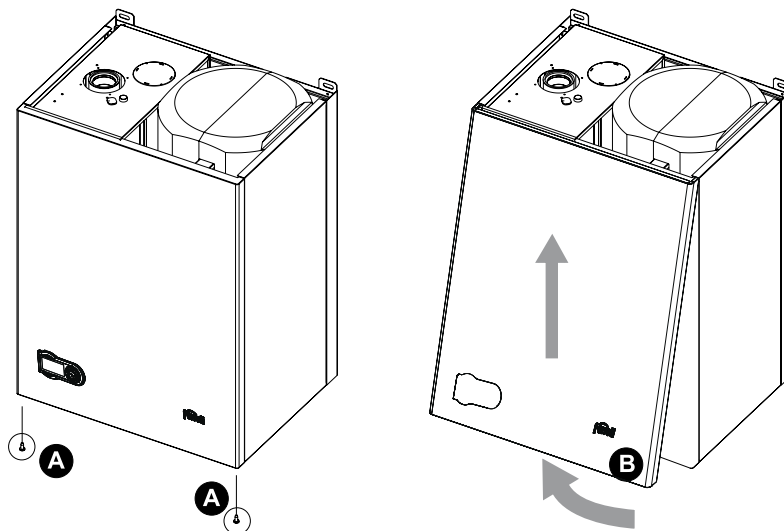

рис. 28 - Демонтаж кожуха
1. Вывинтить винты А (см. рис. 28).
2. Потянуть на себя кожух (см. рис. 28).